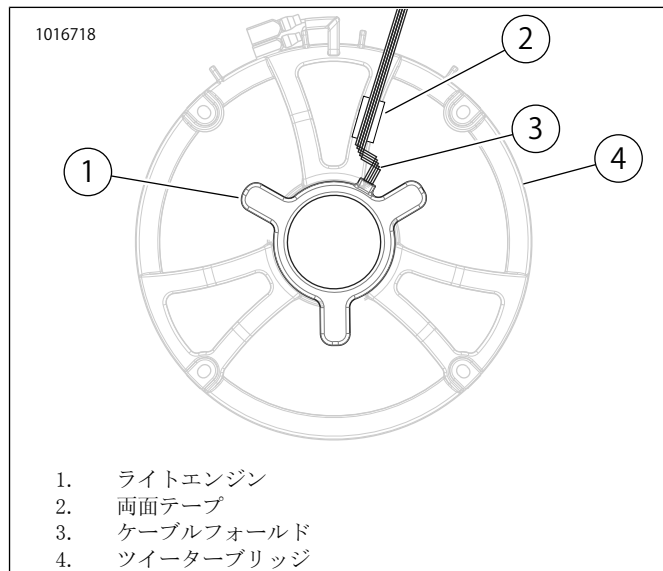

図3。ケーブルの取り回し、フレームマウントフェアリングモデル
6. 図3を参照してください。ツイーターブリッジ(4)レッグに沿ってケーブルとフォールド(3)を取り回します。キットのテープを適当な長さに切り、それを使ってツイーターブリッジにケーブルを固定します。